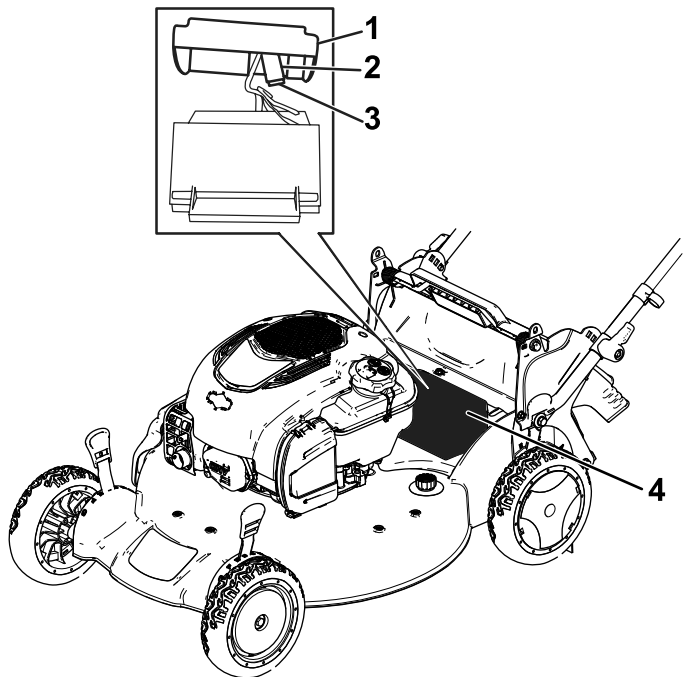

Figure 42
1. Déposez le couvercle du logement de la batterie (Figure 42).
2. Sortez la batterie et localisez le fusible (Figure 42).
3. Remplacez le fusible dans le porte-fusible (Figure 42).
4. Reposez le couvercle sur le logement de la batterie (Figure 42).